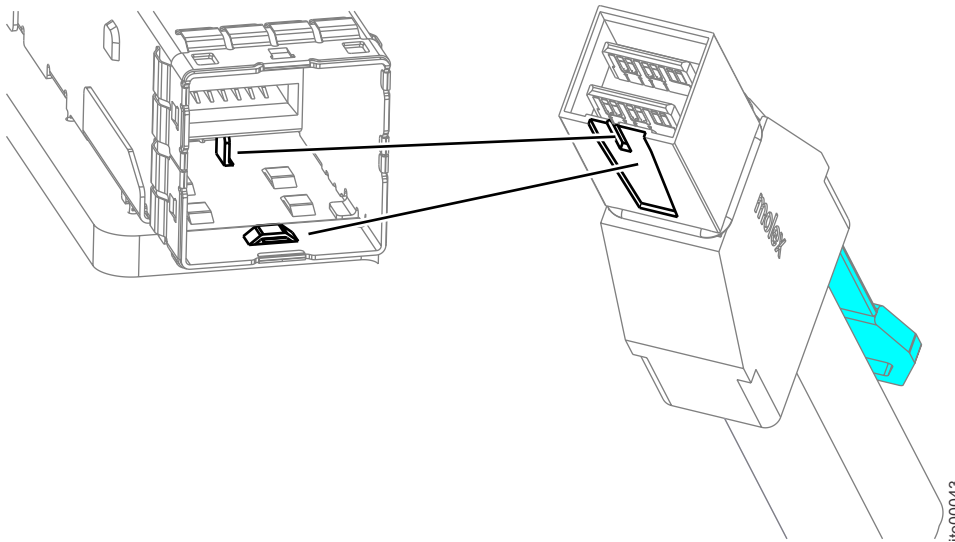

Figure 28. Connexion d'un câble SAS
**Avertissement :** Les connecteurs SAS sont encastrés dans le panneau frontal de la cartouche de sorte que vous ne pouvez pas voir la connexion. Le connecteur de câble et le socket sont étroitement imbriqués et il est important que vous ayez un alignement correct au moment où le câble est inséré. Vérifiez que chaque câble SAS est introduit complètement dans le socket. Un déclic doit se faire entendre ou ressentir lorsque le câble est correctement inséré et vous ne devez pas être en mesure de déconnecter le câble sans tirer sur l'étiquette bleue située dans la partie supérieure du connecteur du câble. La figure 28, à la page 50 montre le socket et le connecteur du câble SAS.